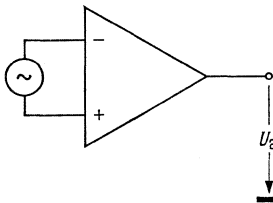

Bild 3
- d) Leerlauf (-Spannungs) Verstärkung V_U ist die Verstärkung ohne Gegenkopplung (Bild 3).